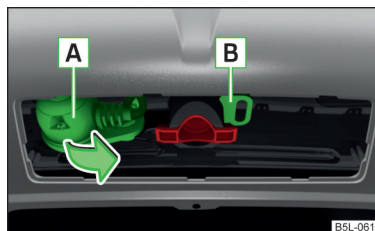

Fig. 147
- Gire hacia fuera el enchufe de 13 polos **A** en el sentido de la flecha » fig. 147.
- Gire hacia dentro el enchufe de 13 polos **A** » fig. 147 en sentido contrario al de la flecha.
El ojal de seguridad **B** » fig. 147 sirve para enganchar el cable de retención del remolque.